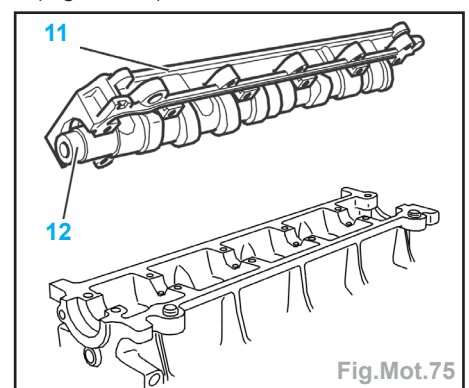

Fig.Mot.75
Impératif : positionner l'arbre à cames (12) dans le carter chapeaux (11) (Fig.Mot.75).